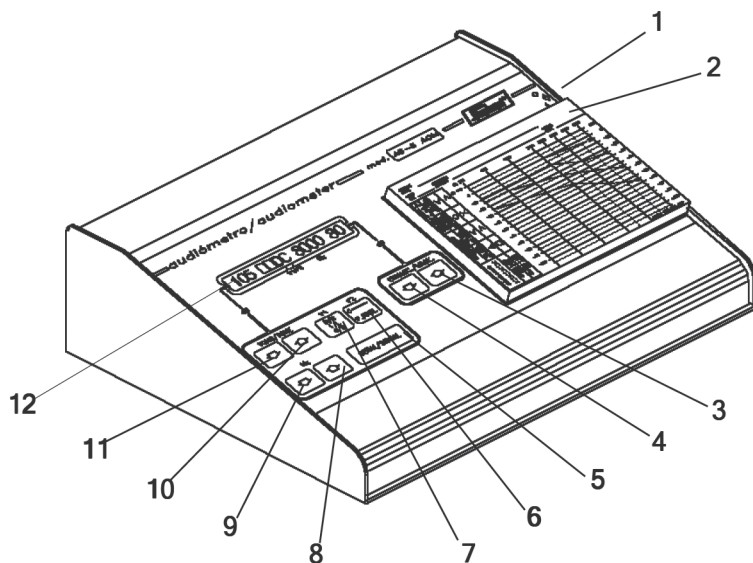

Fig. 1.3.1.
1.4.1. GENERAL AND LATERAL PANEL. Fig. 1.3.1.